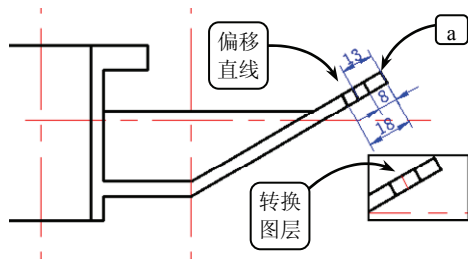

图 3-39 偏移直线并转换图层
⑭ 单击【偏移】按钮，将直线 a 向左分别偏移 8、13 和 18，并将偏移距离为 13 的直线转换为【中心线】图层，效果如图 3-39 所示。